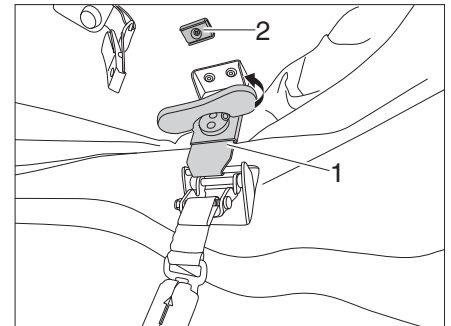
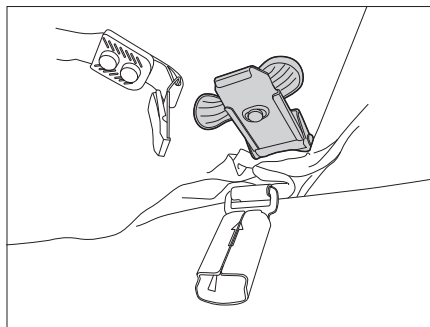

Figure 37 Desserrer les verrouillages
Figure 38 Fixer le verrouillage
- Installer les poignées tournantes des verrouillages de gauche et de droite (Figure 37,1) et les tourner dans le sens contraire des aiguilles d'une montre jusqu'à ce que les verrouillages soient desserrés.
- Rabattre la poignée tournante vers le bas et fixer le mécanisme de verrouillage à l'aimant (Figure 37,2) (Figure 38).